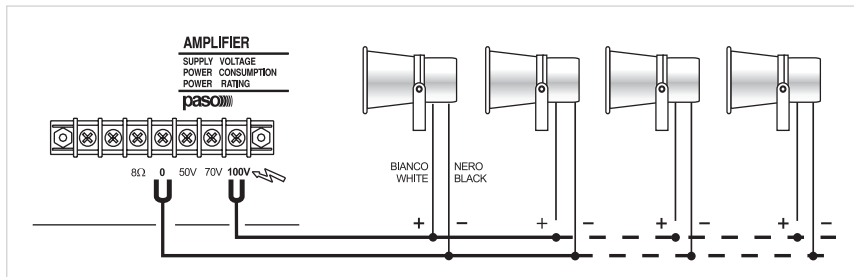
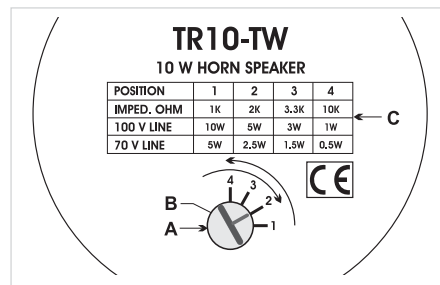

Fig. 1
Fig. 2
Il diffusore sonoro a tromba **TR10-TW** è particolarmente indicato per la sonorizzazione di esterni. La costruzione ed i materiali impiegati lo rendono adatto all'uso anche in condizioni climatiche sfavorevoli, con atmosfera salina od inquinata. È consigliabile, per motivi di sicurezza, porre particolare cura nel fissaggio dei diffusori alla struttura portante (parete, soffitto, palina, traversino, ecc.). Tutti i diffusori devono essere collegati in derivazione alla linea a tensione costante (vedi esempio in fig. 1).
The **TR10-TW** horn speaker is particularly suitable to insonate outdoors. The construction and the materials used are such that it can also be suitable for bad climatic conditions, with saline or polluted atmosphere. For safety reasons, it is advisable to pay special attention when securing the speakers to the structure used to support it (wall, ceiling, stake, cross-member, etc.). All speakers have to be connected to the constant voltage line (see example in Figure 1).
- Collegare le terminazioni del cavo uscente dal diffusore alla linea di distribuzione 100 V come mostrato in fig. 1 (se collegato ad una linea a 70 V, il diffusore fornirà il 50% della potenza nominale, vedi part. [C] di fig. 2).
- Connect the ends of the cable leading out from the horn to the 100 V distribution line as shown in Fig. 1 (when connected to a 70 V line, the power output of the horn will be reduced of 50%, see detail [C] of Fig. 2).
Il cambio di potenza può essere effettuato semplicemente operando sull'apposito regolatore a 4 posizioni (part. A, fig. 2) presente sul lato posteriore del diffusore. Inserire un piccolo cacciavite a lama piatta nella cava [B] e ruotare in senso orario od antiorario fino a che il segno di riferimento non indica la potenza desiderata. Le correlazioni posizione/potenza sono indicate nella tabella [C].
The change of the power value can be simply carried out by means of the relative 4-position trimmer located on the rear side of the horn (det. [A], Figure 2). Insert a little flat-blade screwdriver into the slot [B] and turn it clockwise or anti-clockwise until the reference mark matches the desired power. The position/power correlations are indicated in tabel [C].